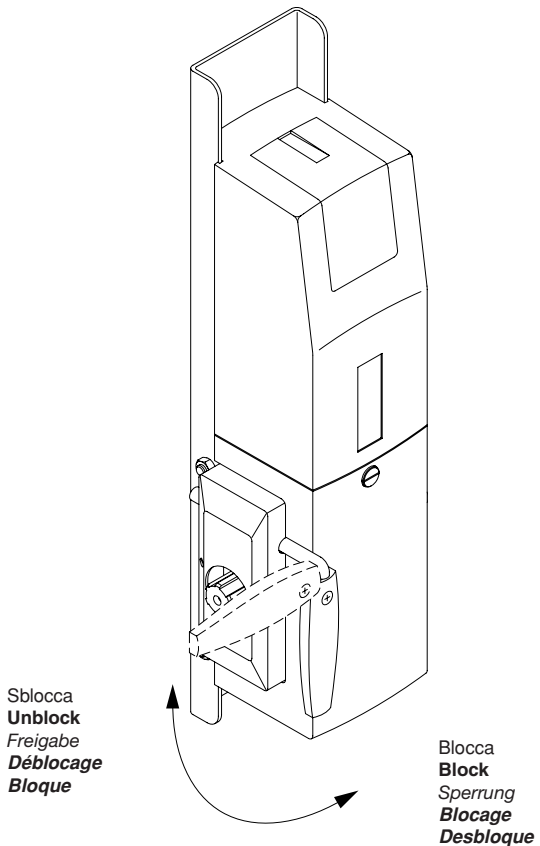

Fig.11
7.1 Sblocco interno a maniglia (fig. 11).
7.1 Handle internal release (fig. 11)